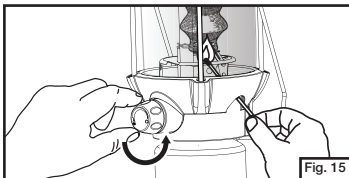

Fig. 15
- Introduisez une allumette enflammée par le trou d'allumage, approchez-la du manchon et ouvrez le bouton de commande en grand. (Fig. 15)